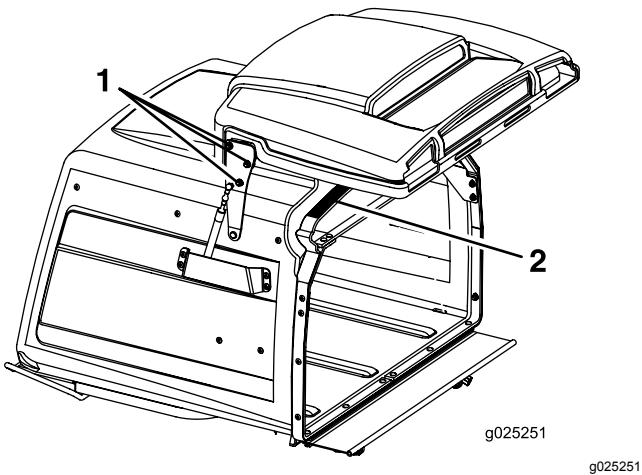

Figure 62
- Desserrez les 6 écrous des charnières du couvercle (Figure 62).
- Ouvrez le couvercle et placez une bande de caoutchouc de 9,5 mm (3/8 po) ou un flexible de 9,5 mm (3/8 po) de diamètre entre la trémie et le couvercle (Figure 62).